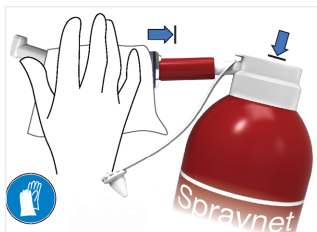

图.5
5. 选择合适的喷嘴,用Spraynet系列(图.5)喷洒设备内部。